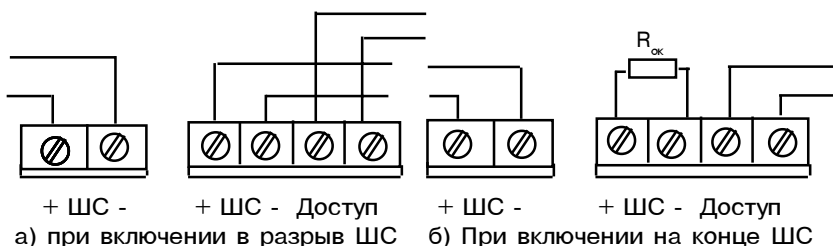

Рис.4
"Дюна-1" - до 2 извещателей, "Сигнал-ВК" - до 4 извещателей, "Нота" - до 3 извещателей. Схема подключения приведена на рис.4.
- выполните соединения согласно рис.4;